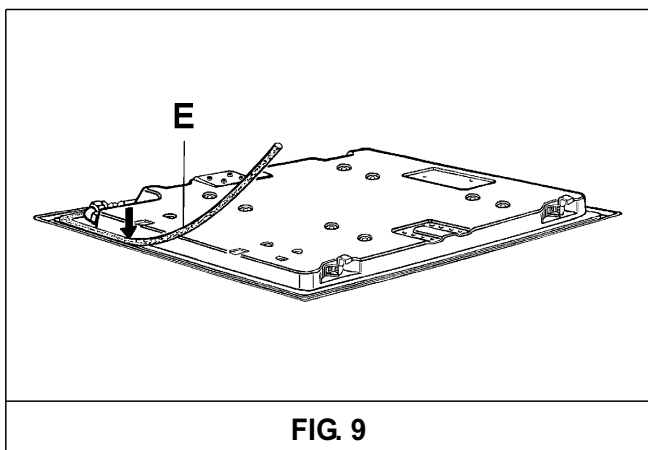

FIG. 9
- Vire a placa e posicione o lado adesivo da junta "E" correctamente (fig. 9) sob o bordo da placa de forma que o lado externo da junta fique perfeitamente encaixada no bordo perimétrica externa da placa. As extremidades das fitas devem encaixar-se sem ficarem sobrepostas.